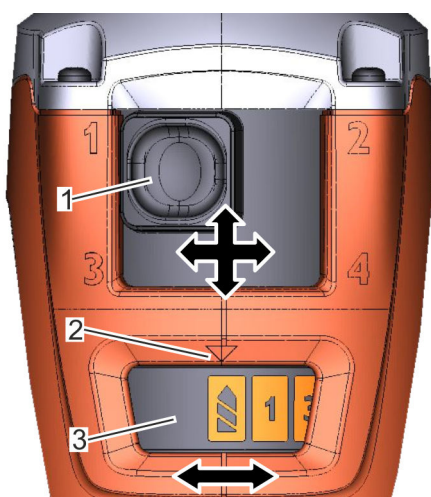

Fig. 18: regolatore di marcia e livelli di regolazione
3. ➔ Impostare la marcia (Fig. 18/1) da 4 a 1 (regolazione meccanica del riduttore).
4. ➔ Impostare il livello di regolazione (Fig. 18/3) da 1 a 15 (regolazione elettronica).